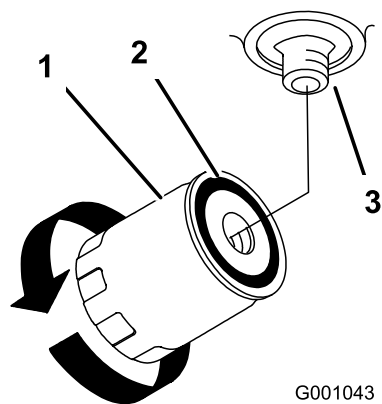

Figura 55
4. Localice el filtro debajo de la base del motor, y coloque un recipiente debajo del filtro (Figura 55).
5. Retire el filtro usado y limpie con un paño la superficie de la junta del adaptador del filtro (Figura 55).
9. Cuando el filtro hidráulico esté lleno, gire el filtro en el sentido de las agujas del reloj hasta que la junta de goma entre en contacto con el adaptador del filtro, luego apriete el filtro 1/2 vuelta más (Figura 55).